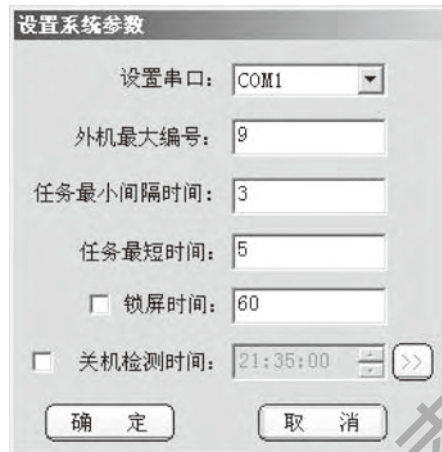

图20
- 编辑内机名称：输入内机名称，点击“更新”按钮即可（如图20）。